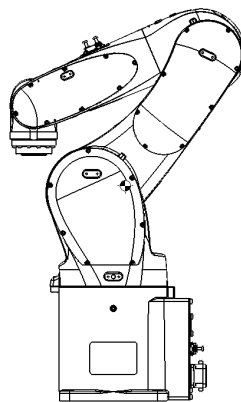

图3.1
- (1) 必须把机器人调整到搬运姿态（参考图3.1）。
- (2) 锁紧机器人腰部的吊环。
- (3) 用满足机器人搬运要求的吊带，或者钢丝绳，穿过吊环。
- (4) 在吊带与机器人本体有接触的地方，垫上缓冲材料。
- (5) 搬运时，必须缓慢平稳，防止机器人在搬运过程中晃动。
- (2) 使用能够承受机器人重量的托盘。
- (3) 将机器人用M10螺栓固定在托盘中间。禁止在托盘边沿放置机器人。
- (4) 搬运时，必须缓慢平稳，防止机器人在搬运过程中晃动。